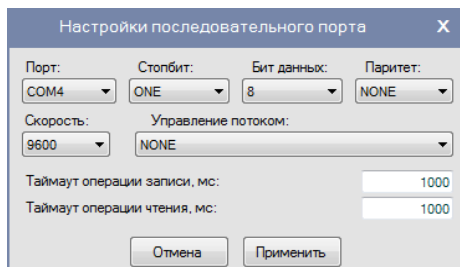

Рис. 2.3. Окно настройки последовательного порта
- произвести настройки последовательного порта (рис. 2.3), используемого для работы с модулем, если ранее они не были произведены;